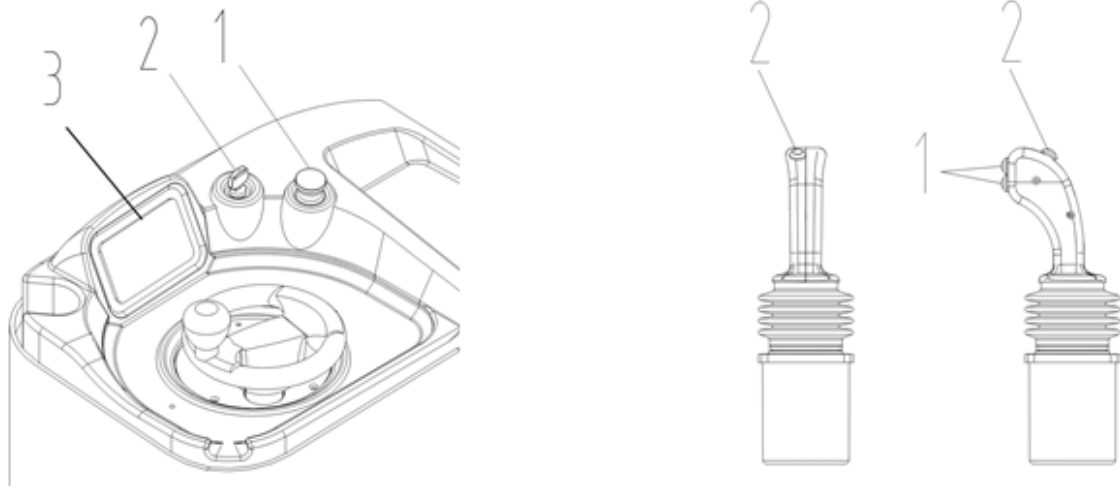
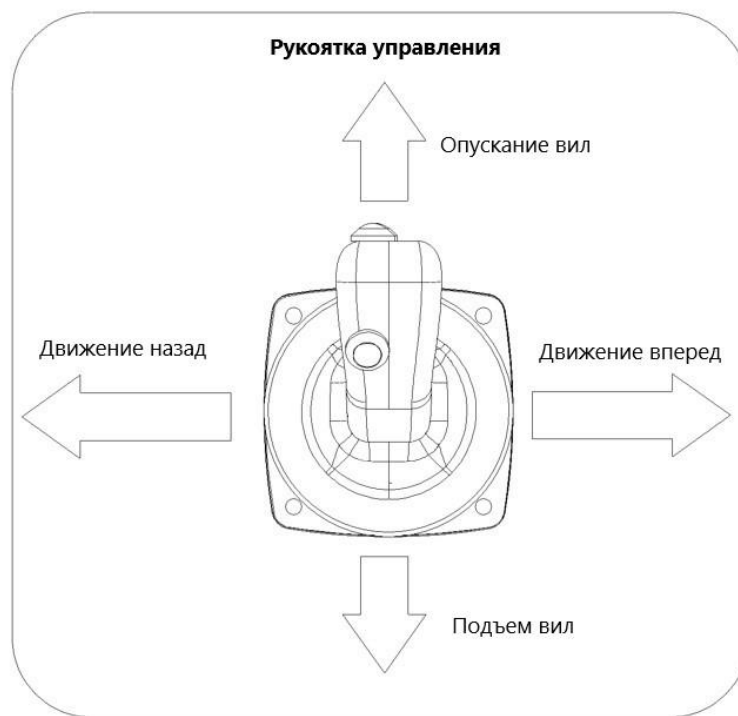

Рисунок 1
Рисунок 2
3. Проверьте, нормально ли работает гидравлическая опорная стойка. (1) Нажмите кнопку опорной стойки на встроенной рукоятке, опорная стойка будет открываться и втягиваться. Цифра 2 - это положение кнопки звукового сигнала, как показано на рис. 1.
4. Проверьте, нормально ли торможение штабелера; проверьте, нормально ли происходит подъем, опускание, движение вперед и назад. Метод показан на рис. 2:
1) Потяните джойстик назад, как показано на рис. 2, чтобы поднять вилы, нажмите на него вперед, чтобы опустить вилы, и контролируйте скорость подъема;
2) Потяните джойстик вправо, как показано на рис. 2, для движения вперед; поверните влево для движения назад и управления скоростями переднего и заднего хода.
3) Верните джойстик из положений движения вперед и назад в среднее положение, как показано на рис. 2, и штабелер должен немедленно затормозить.
Как показано на рис. 1, вытяните главный выключатель питания, чтобы включить основное питание, поверните ключ в замке и подведите штабелер к грузу (конец вил находится на расстоянии 300 мм от груза). С помощью рукоятки управления, показанной на рис. 2, опустите вилы, отрегулируйте высоту вил в соответствующее положение и медленно введите вилы как можно глубже в поддон с грузом. С помощью рукоятки управления поднимите вилы на высоту 200-300 мм от земли, подведите штабелер к полке и медленно остановите вилы на расстоянии 300 мм от полки. Затем, управляя рукояткой, поднимите вилы на соответствующую высоту полки (дно паллеты должно быть примерно на 100 мм выше полки), медленно переместите груз в точное положение на полке. Наконец, нажмите на рукоятку для опускания вил, аккуратно поместите груз на полку и отсоедините вилы от груза. Медленно заведите штабелер, выведите вилы из грузового поддона (конец вил должен находиться на расстоянии 300 мм от полки), опустите вилы на расстояние около 300 мм от земли и отведите штабелер от полки. Во время движения необходимо обращать внимание на то, нет ли препятствий спереди, сзади, слева и справа. При поворотах следует снижать скорость.
Вытяните главный выключатель питания, как показано на рис. 1, включите основное питание, поверните ключ в замке и подведите штабелер к полке (конец вил находится на расстоянии 300 мм от полки). Опустите вилы за ручку управления, как показано на рис. 2, установите высоту вил в соответствующее положение на полке, медленно вставьте вилы как можно глубже в поддон с грузом, поднимите вилы за ручку управления и поднимите груз на высоту 100 мм от поддона до полки. Медленно включите штабелер, чтобы медленно вывести груз с полки (конец вил находится на расстоянии 300 мм от полки), затем с помощью рукоятки опустите вилы на высоту 200-300 мм от земли, отведите штабелер от полки, доведите до нужной позиции и медленно остановите его. Наконец, с помощью рукоятки опустите вилы, положите груз, с помощью вил полностью отсоедините вилы от груза и медленно выведите вилы из грузового поддона.